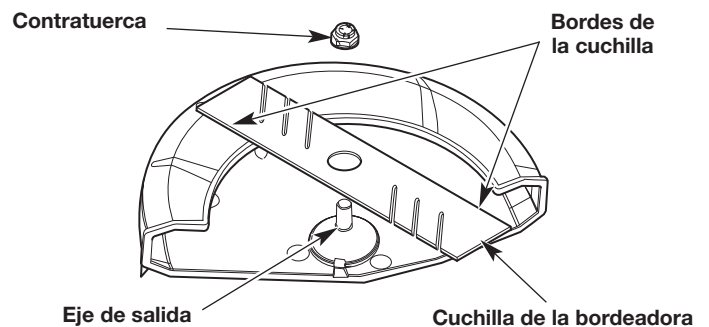

Fig. 14
4. Quite la llave Allen, la llave, la contratuerca y la cuchilla de bordeadora (Fig. 14). Guarde la contratuerca para instalar la nueva cuchilla de bordeadora.
1. Instale la nueva cuchilla bordeadora y la contratuerca en el eje de salida (Fig. 14). Asegúrese de que los bordes de la cuchilla estén orientados en la dirección correcta (Fig. 14). La unidad no funcionará correctamente si la cuchilla está mirando en la dirección incorrecta.